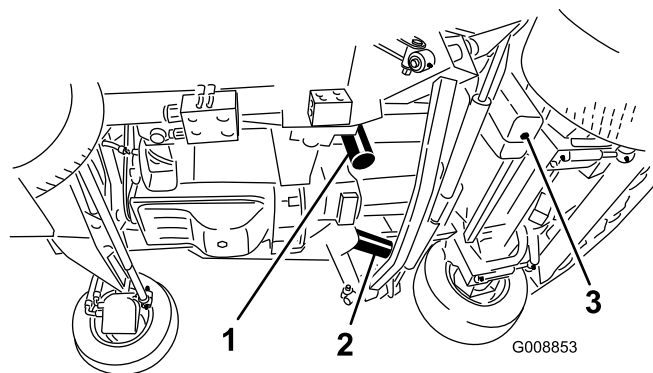

Figure 89
3. Retirez le bouchon de vidange (Figure 89) situé sur le côté du réservoir et laissez le liquide s'écouler dans le bac de vidange. Remettez le bouchon de vidange en place lorsque la vidange est terminée.
5. Placez un bac de vidange sous le filtre et enlevez le filtre (Figure 89).